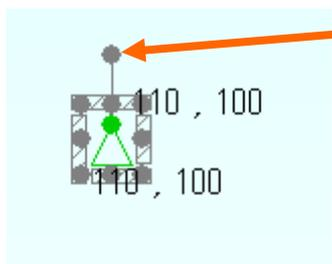

図 3.14 ピン拘束のアイコン
対辺は、例えば四角形の上の辺に対する拘束条件の設定は、B⑱のアイコンをクリックし画面内に置くと、三角形マークの底辺が下になりますが、図 3.14 に示す上部の丸いマーク（オレンジ色の矢印が示す先）をクリックすると三角形の向きが上下反転いたします。